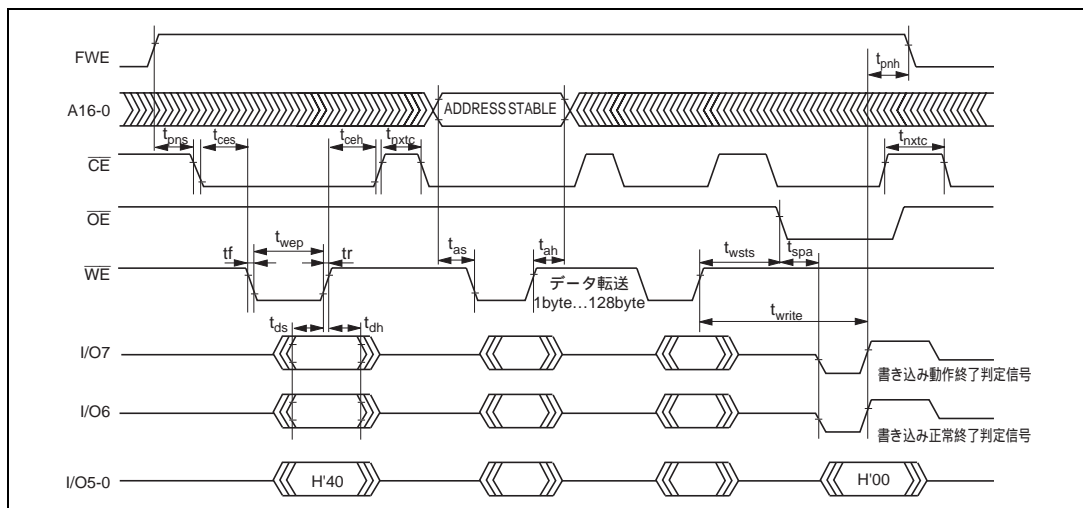

図 15.20 自動書き込みモードのタイミング波形
(2) 自動書き込みモードにおける注意事項
- メモリアドレスの転送は、第 2 サイクルで行います (図 15.20)。第 2 サイクル以降では転送しないでください。